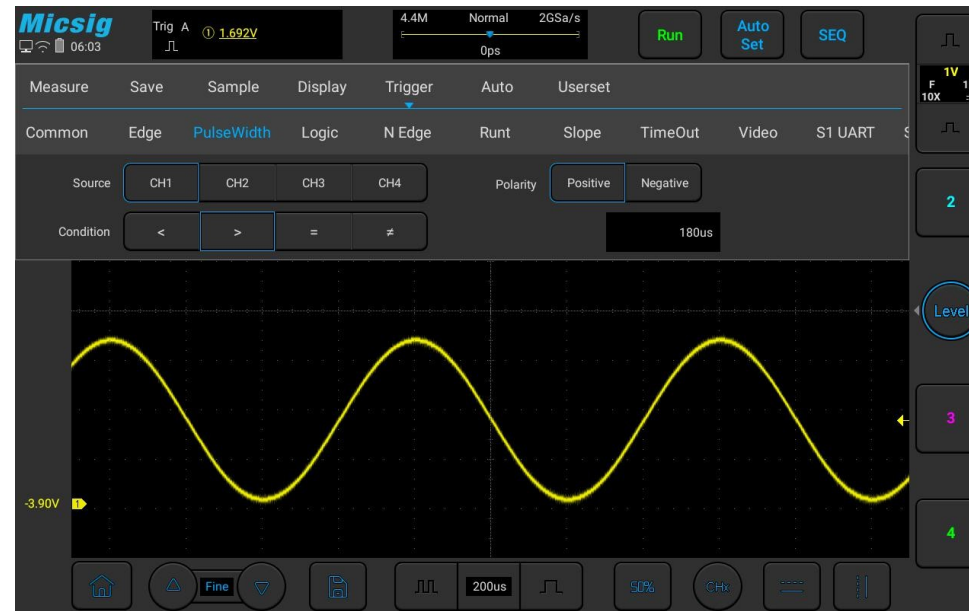

Abbildung 5-14 Einstellmenü für den Pulsbreiten-Trigger
- 1) Tippen Sie im Hauptmenü auf „Trigger“, um das Trigger-Menü zu öffnen, wählen Sie unter „Trigger-Typ“ den Impulsbreiten-Trigger aus und stellen Sie den Impulsbreiten-Trigger wie in Abbildung 5-14 gezeigt ein: